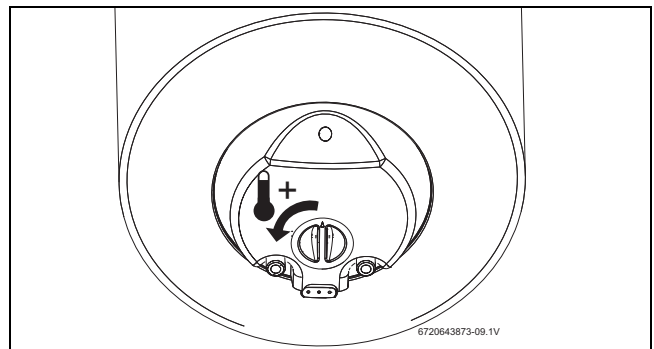

Fig. 9 Aumentar a temperatura
- ▶ Posicionar o termóstato na posição máxima de temperatura, rodar o selector de temperatura para a esquerda até ao batente (→ Fig. 9).